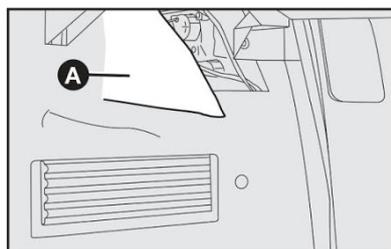

fig. 55
1) Por dentro do porta-malas, puxar a lingueta no carpete **A-fig. 55**.
2) Para substituir a lâmpada da luz de posição / freio, girar no sentido anti-horário a tampa porta-lâmpadas **B-fig. 55**, empurrar levemente a lâmpada e girá-la no sentido anti-horário. Em seguida, substituir a lâmpada e recolocar a tampa porta-lâmpada, girando-a no sentido horário.
3) Para substituir a lâmpada da luz de direção, girar no sentido anti-horário a tampa porta-lâmpadas **A-fig. 55**, empurrar levemente a lâmpada e girá-la no sentido anti-horário. Em seguida, substituir a lâmpada e recolocar a tampa porta-lâmpada, girando-a no sentido horário.